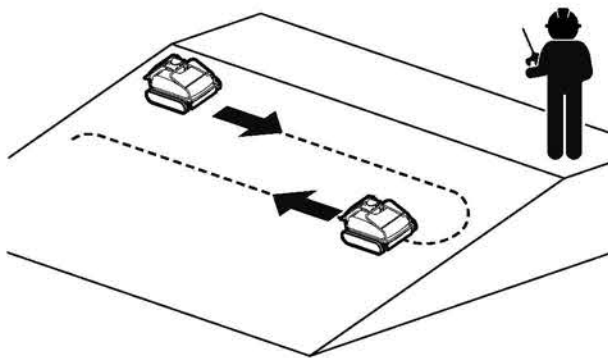

図 3-5
- 上の位置から機械を等高線に沿って、左右に移動させながら、だんだん下に向かって刈取をします。（図 3-5）